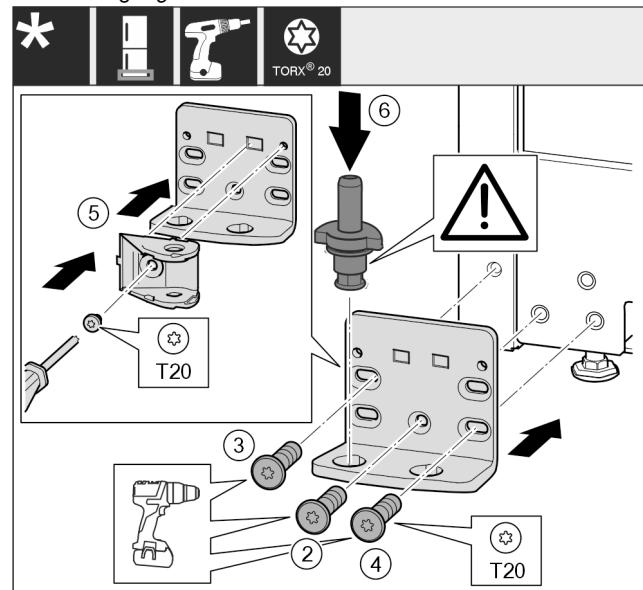

Fig. 26
- Lagerbock auf der anderen Seite ansetzen und mit Hilfe eines Schraubendrehers anschrauben. Mit der Schraube Fig. 26 (2) unten in der Mitte beginnen.
- Schraube Fig. 26 (3) und Schraube Fig. 26 (4) fest-schrauben.
- Schließdämpferverbindung Fig. 26 (5) um 180° drehen. Auf der anderen Seite des Lagerbocks mit Schraubendreher anschrauben.
- Lagerbolzen Fig. 26 (6) komplett einsetzen. Dabei darauf achten, dass der Rastnicken nach hinten zeigt.